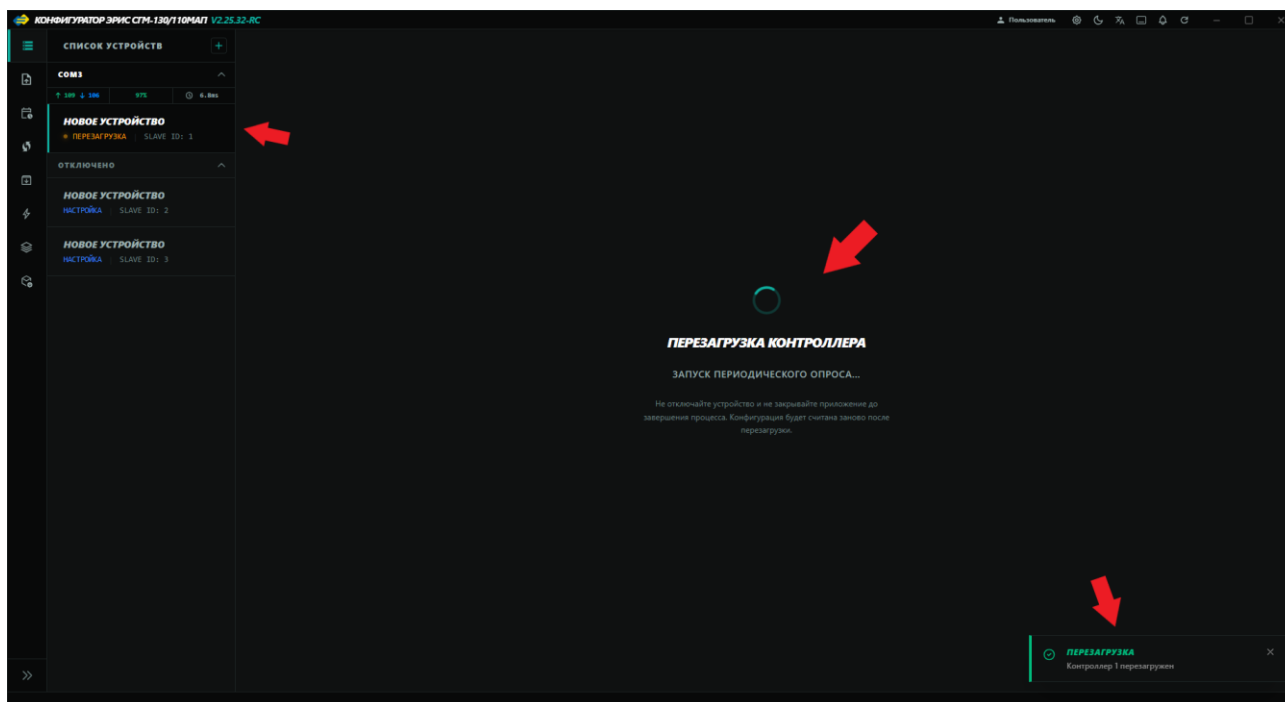

Рисунок 15 – Перезагрузка контроллера
3. Дождаться перезагрузки контроллера (Рисунок 15)